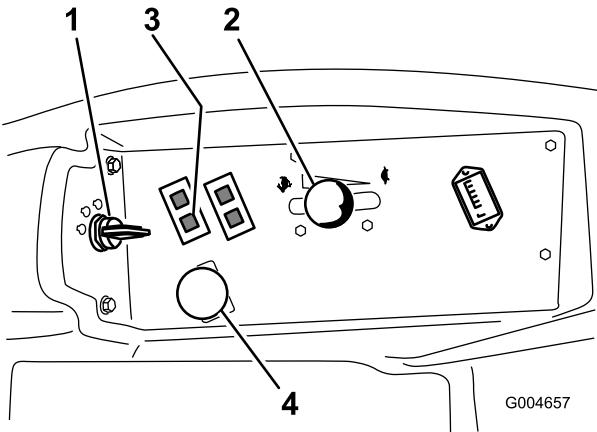

Bild 16
4. Schieben Sie den Zapfwellenantriebsschalter auf „Aus“ (Bild 16).
5. Bewegen Sie den Gasbedienungshebel in die Mittelstellung zwischen Langsam und Schnell (Bild 16).